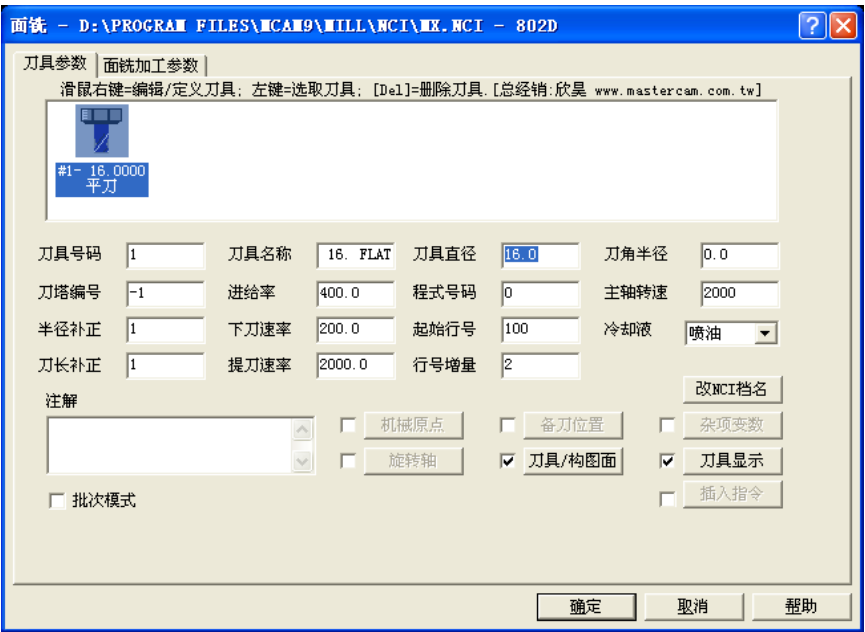

图 1-11 “面铣”对话框
3) 返回“面铣”对话框，输入面铣刀具参数，进给率：400.0，下刀速率：200.0，提刀速率：2000.0，主轴转速：2000，冷却液：喷油，如图 1-11 所示。